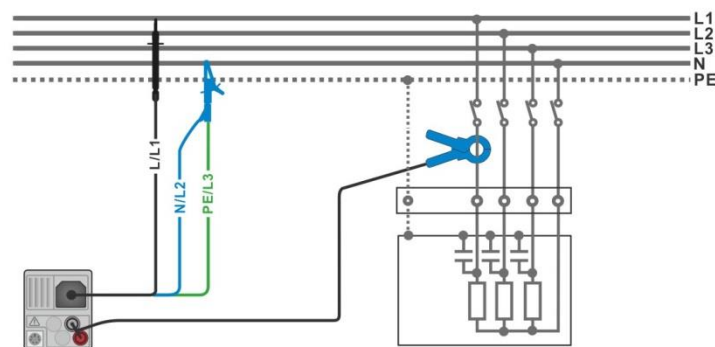

Abbildung 7.59: Messverfahren Leistungsmessung
- › Schließen Sie die Spannungsmessleitungen und die Stromzange am Prüfling an (siehe **Abbildung 7.59**).